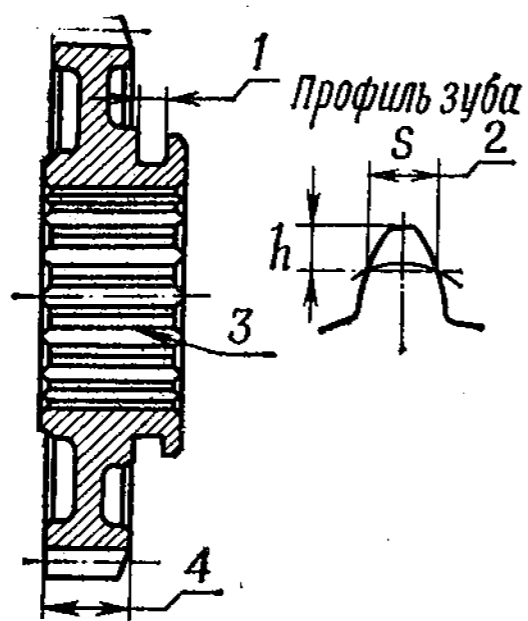

Рис. 116. Ведомая шестерня понижающей передачи раздаточной коробки
- ширина паза 1 (рис. 116) под вилку включения заднего моста и понижающей передачи более 9,0 мм;